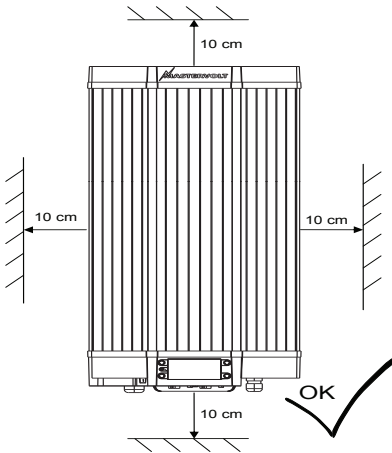

Abbildung 3
- Es dürfen sich in einem Abstand von 10 cm um den Sunmaster herum keine Gegenstände befinden (Abbildung 3).